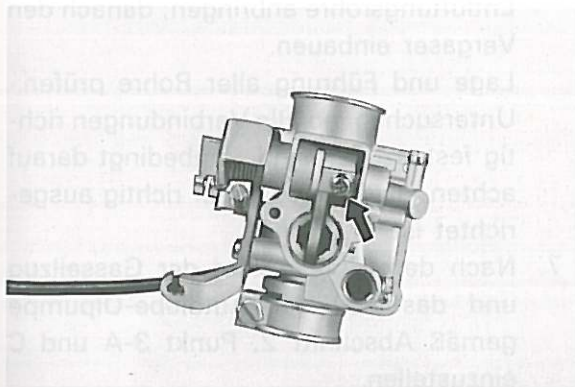

Fig. 4-2-17
1. Remove the mixing chamber top, and remove the throttle shaft bolt. (Fig. 4-2-17)
1. Enlever le couvercle de la chambre de mélange, et enlever le boulon de la tige d'accélérateur. (Fig. 4-2-17)
1. Mischkammerverschluß abnehmen und Drosselwellenschraube entfernen. (Fig. 4-2-17)